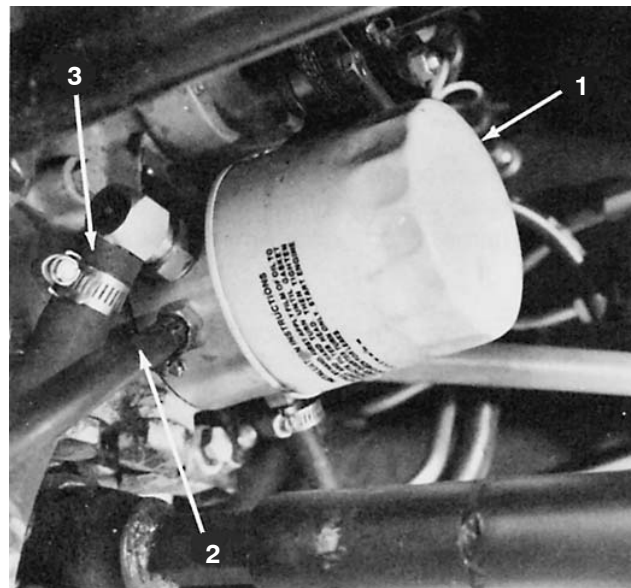

Figure 57
3. Nettoyez la surface autour du filtre à huile hydraulique et déposez le filtre (Fig. 57).